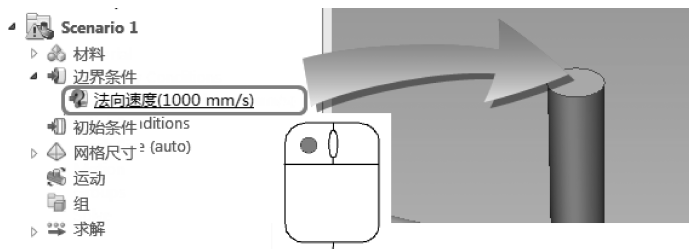

图 3-55 拖拽边界条件到模型
- 将未指定的设置从设计分析栏拖到模型实体上，如图 3-55 所示。